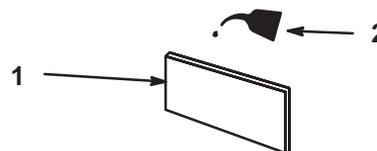

Figure 32
3. Imbibez l'élément d'huile moteur fraîche (Fig. 32), puis pressez l'élément pour éliminer l'excédent d'huile.